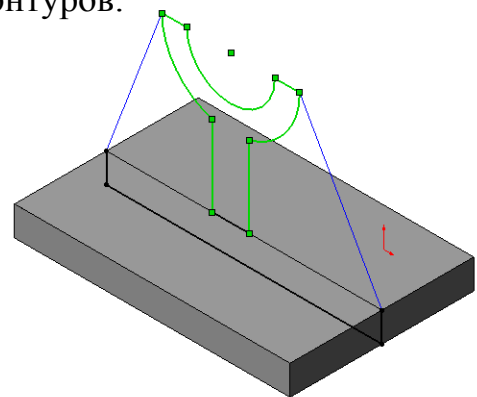

Рис. 12 С помощью инструмента выделения контуров выделен средний контур
10.левой кнопкой мыши выделите левый контур эскиза, как показано на рис. 12. Выделенная область будет подсвечена.